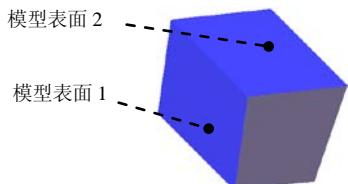
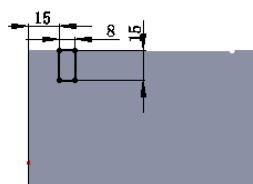
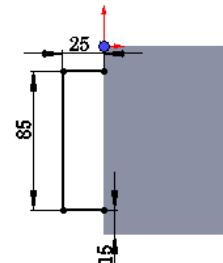

图 5.24.4 选取草图基准面
图 5.24.5 草图 2
图 5.24.6 草图 3
(3) 定义拉伸深度属性。采用系统默认的深度方向；在“凸台-拉伸”对话框 **方向1** 区域的下拉列表中选择 **给定深度** 选项，输入深度值 115.00。
(4) 单击 **√** 按钮，完成凸台-拉伸 1 的创建。
Step3. 绘制草图 2。选取图 5.24.4 所示的模型表面 1 为草图基准面，绘制如图 5.24.5 所示的草图 2。
Step4. 绘制草图 3。选取图 5.24.4 所示的模型表面 2 为草图基准面，绘制图 5.24.6 所示的草图 3。